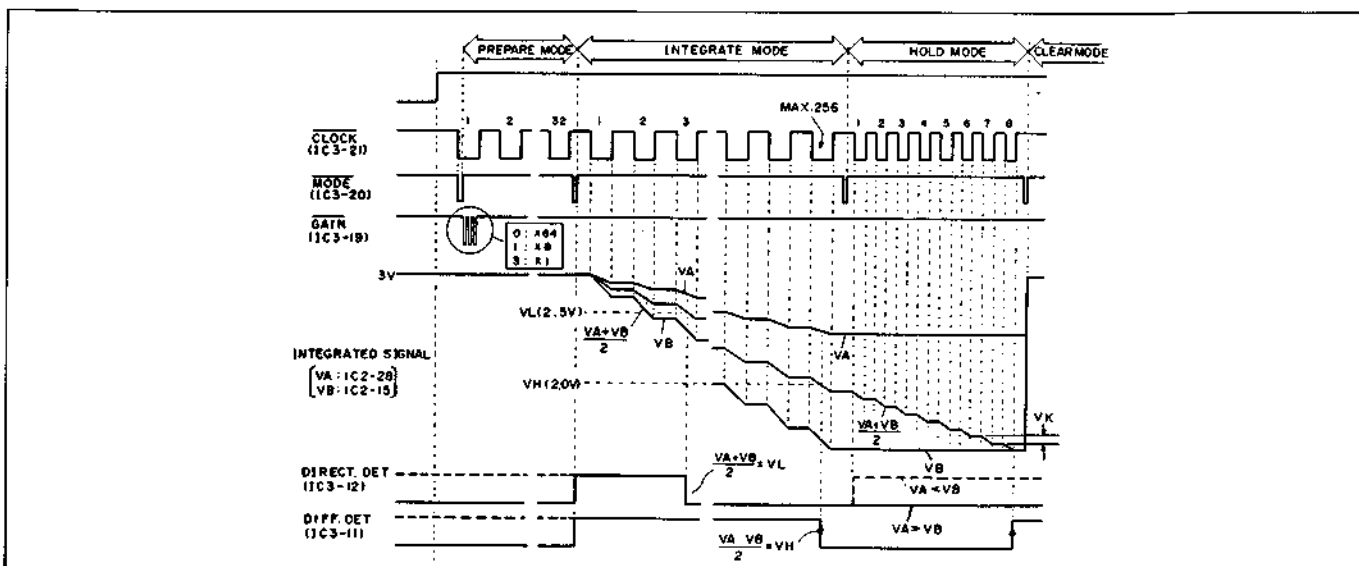

Abb. 2-26 Zeitablaufdiagramm der Ein-/Ausgangssignale
3.4 Zeitablauf der Ein-/Ausgangssignale (Abb. 2.26)